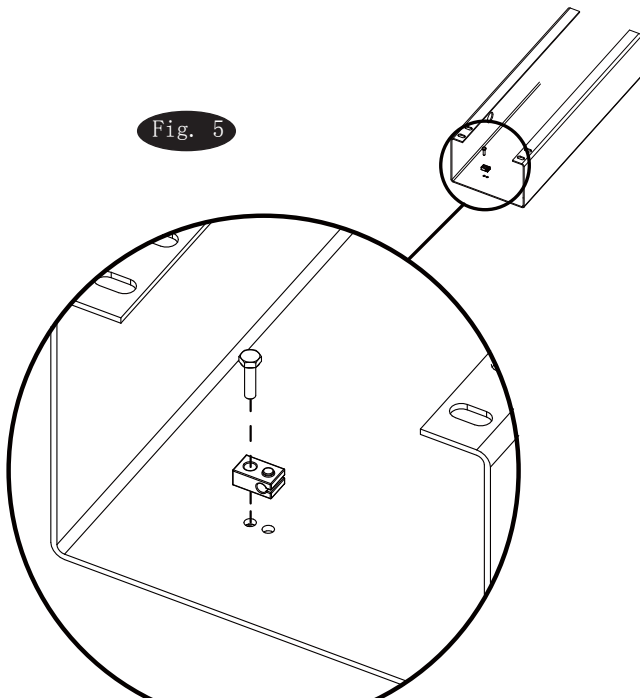

Fig. 5
7. 解锁钢丝导向: 用 (1个) 1/4" -20NC x 1" 六角螺栓和 1/4" -20NC 法兰面锁紧螺母将解锁钢丝导向支架安装在立柱顶部, 六角螺栓在靠近立柱边一侧, 同时注意大孔向上。详见 Fig. 5。